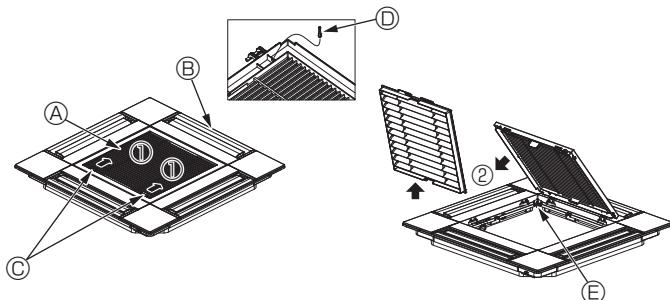

Fig. 5-3
5.2.1. Afmontering af indtagsgitteret (Fig. 5-3)
- Skub håndtagene i retningerne angivet af pilen ① for at åbne indtagsgitteret.
- Med indtagsgitteret i "åben" position fjernes indtagsgitterets hængsel fra gitteret som vist med pilen ②.